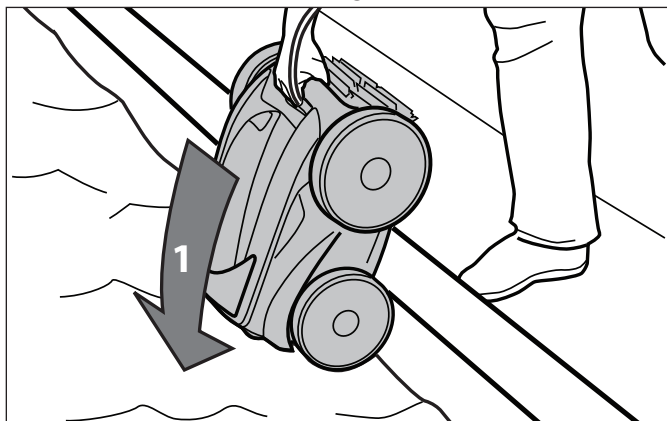

Figura 13. Submerjiendo el limpiafondos verticalmente
1. Sumerja el limpiafondos en la piscina y elimine el aire atrapado en el interior, colocando la unidad verticalmente. Vea la Figura 13.